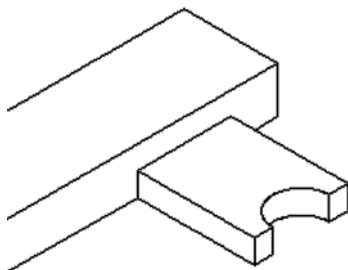

图 8-146 修剪图形的结果
19) 修剪图形。单击“修剪”按钮将轴测图右下部位中不需要的图形部分修剪掉，修剪结果如图 8-146 所示。